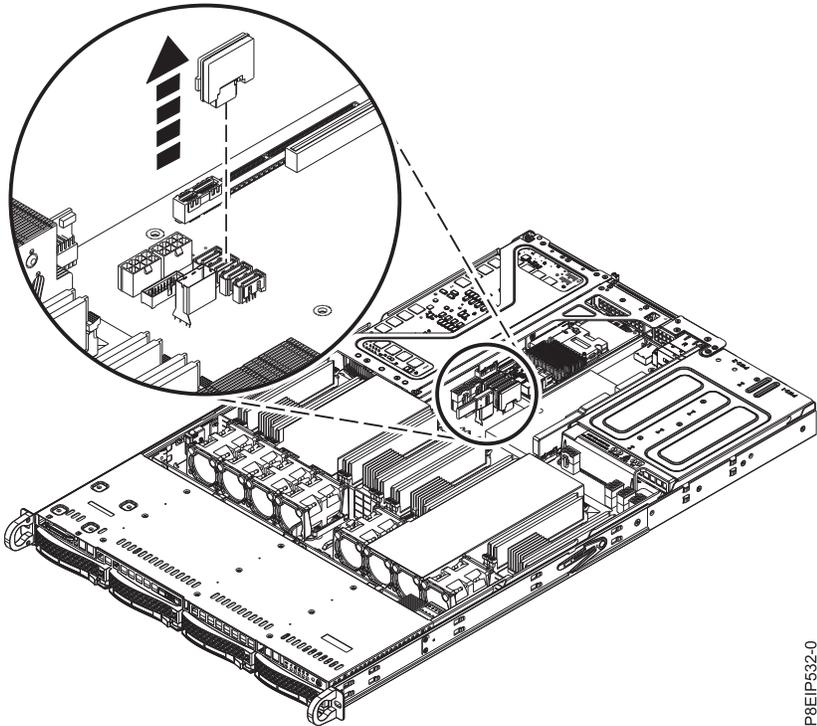

Abbildung 9. DOM ausbauen
2. Bauen Sie das DOM aus der Systemrückwandplatine aus (siehe Abb. 9 auf Seite 12).